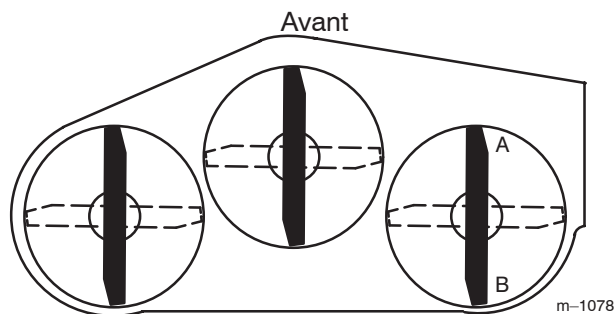
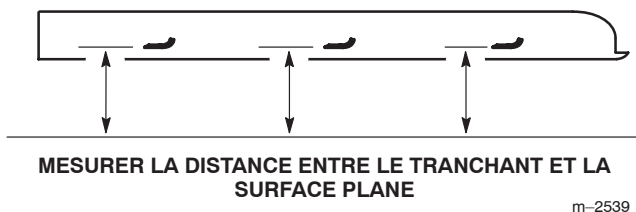

Figure 52
Figure 53
1. Tournez la lame **droite** dans le sens longitudinal (Fig. 52).
2. Mesurez la distance au point **A** (Fig. 52) entre la surface plane et le tranchant de la pointe de la lame droite (Fig. 53).
4. Mesurez la distance au point **B** (Fig. 52) entre la surface plane et le tranchant de la pointe de la lame droite (Fig. 53).
6. La lame doit être **plus basse de 6 à 10 mm (1/4 à 3/8 pouce) au point A qu'au point B** (Fig. 52). Si ce n'est pas le cas, passez aux étapes suivantes.